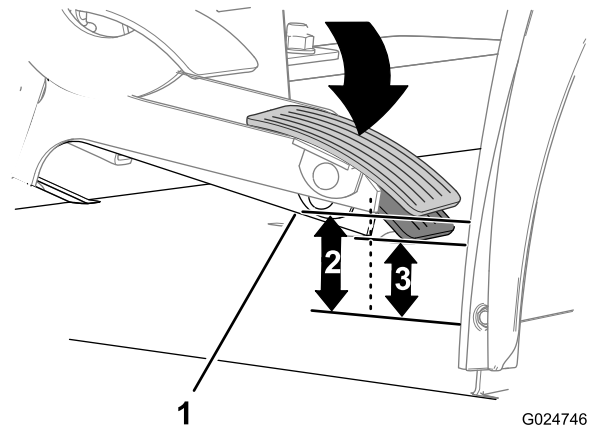

Bild 88
1. Messen Sie bei nicht betätigtem Gaspedal den Abstand zwischen der hinteren unteren Kante des Gaspedal-Arms und dem Boden (**Bild 88**).
2. Betätigen Sie das Gaspedal langsam, bis das Gaspedal und der Bowdenzug kein Spiel haben (**Bild 88**).
3. Messen Sie den Abstand zwischen der hinteren unteren Kante des Gaspedal-Arms und dem Boden, während Sie das Pedal in der Stellung halten, um das Spiel zu entfernen (**Bild 88**).